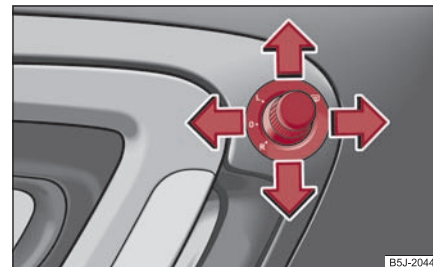

Fig. 59 Interiorul ușii: Buton rotativ
- Aduceți butonul rotativ în poziția  ⇒ fig. 59.